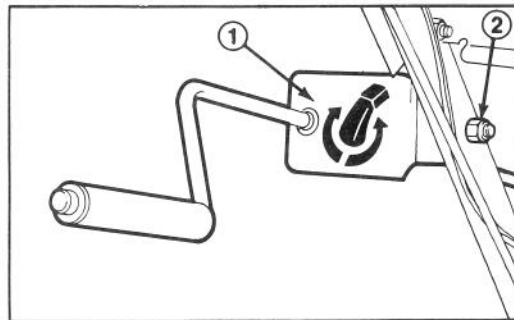
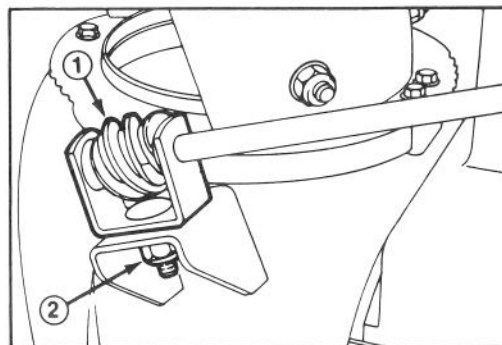

Abbildung 9
Abbildung 10
Mutter links am Griffholm befestigen, die Mutter aber noch nicht festziehen (Abb. 9).
2. Die Schnecke mit Allzweckfett schmieren. Dann den Halter mit der Schnecke auf der Winkelkonsole montieren und mit Sicherungsscheibe und Kontermutter befestigen (Abb. 10).
3. Die Schnecke fest in die Verzahnung des Aufnahmekranzes hineindrücken und die Sicherungsmutter festziehen (Abb. 10). Dann die Sicherungsmutter zur Befestigung des Haltewinkels der Auswurfbetätigung am linken Holm anziehen (Abb. 9).